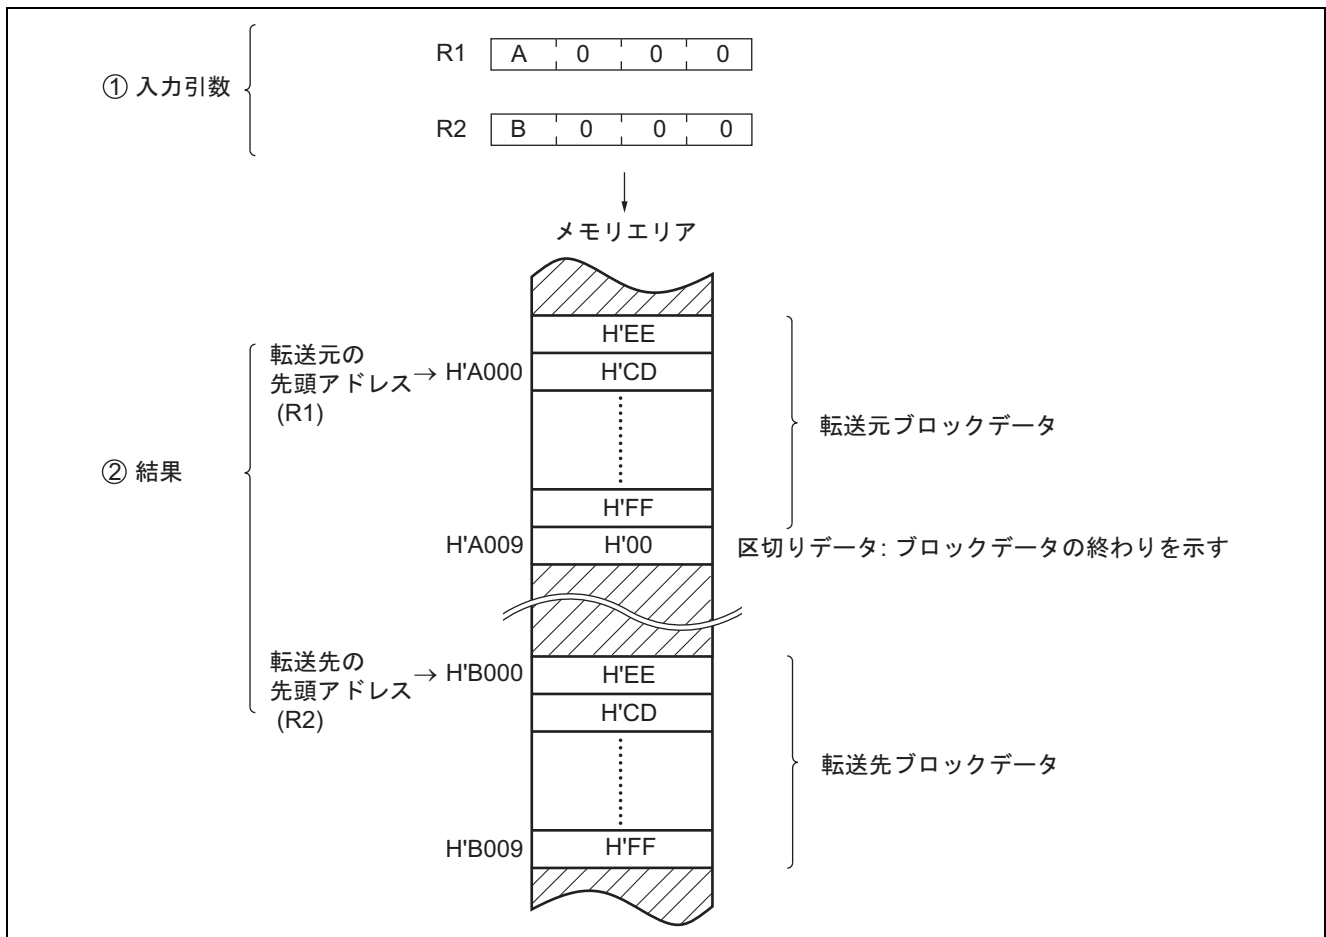

図 1 ソフトウェア MOVES の実行例
2. 図 1 にソフトウェア MOVES の実行例を示します。